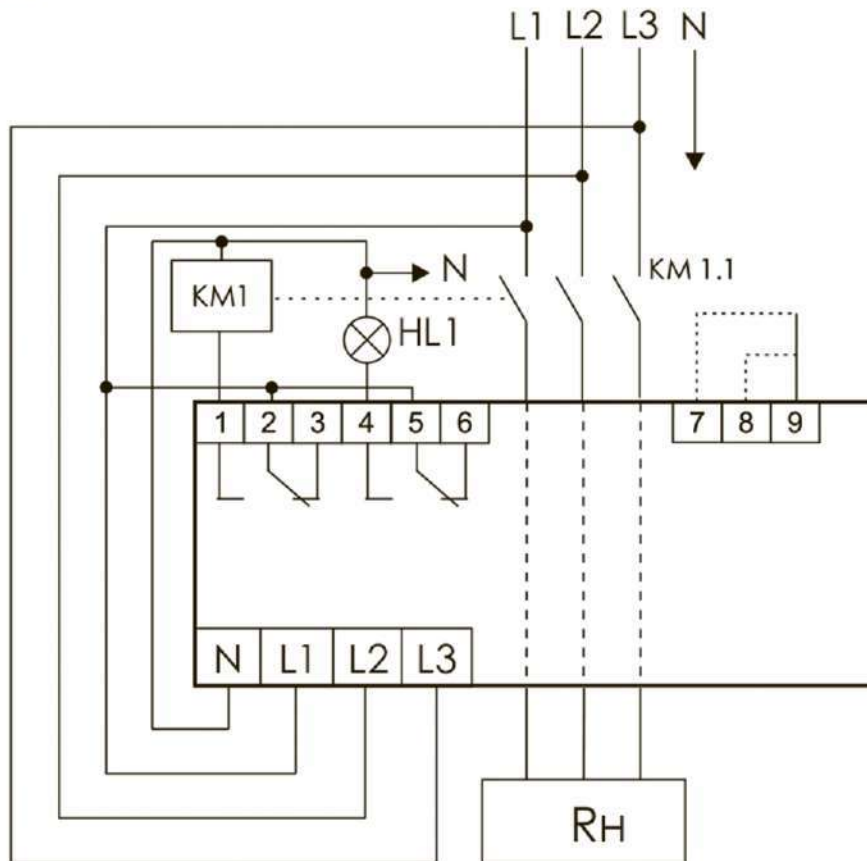

Рисунок 2 - Схема включения с контактором и выходом для сигнализации о перегрузке по мощности
2. К зажимам 1, 2 подключить контактор для включения нагрузки (см. схему рисунок 2). К зажимам 5, 6 при необходимости подключить сигнализацию о перегрузке.